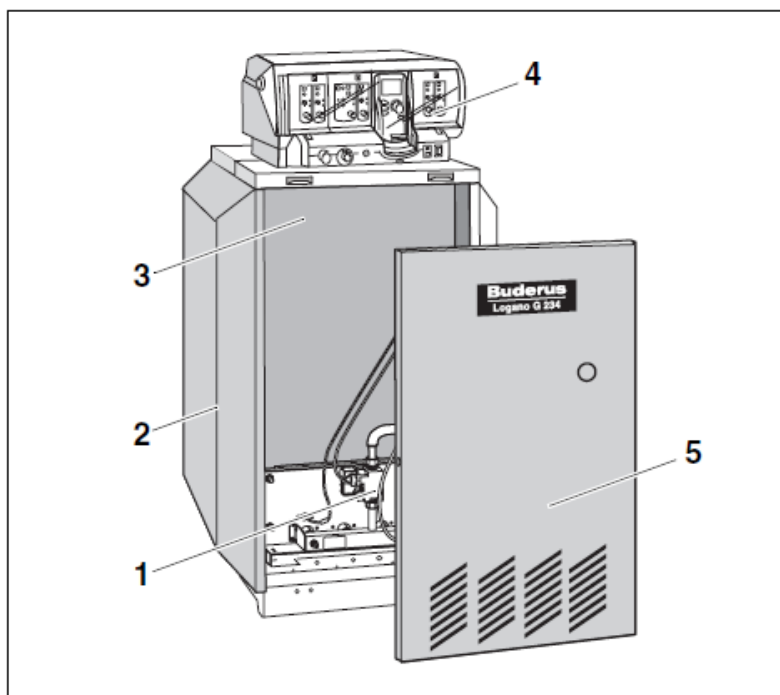

Рис. 1 Специальный газовый отопительный котел Logano G234 WS
Газовый отопительный котел Logano G234 WS (рис. 1) оснащен на заводе газовой горелкой и системой управления. Основные части специального газового отопительного котла Logano G234 WS:
- Котловой блок с теплоизоляцией (рис. 1, поз. 3) и газовой горелкой (рис. 1, поз. 1). В котловом блоке тепло, производимое горелкой, передается воде, циркулирующей в системе отопления.
- Обшивка (Рис. 1, поз. 2) и передняя стенка котла (рис. 1, поз. 5). Обшивка котла и теплоизоляция препятствуют потерям энергии.
- Система управления (рис. 1, поз. 4). Система управления служит для контроля и регулирования отопительной системы.